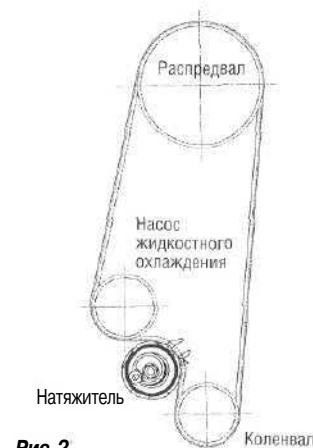

Рис. 2
5. Установите ремень ГРМ в соответствии с его траекторией движения (Рис. 2).